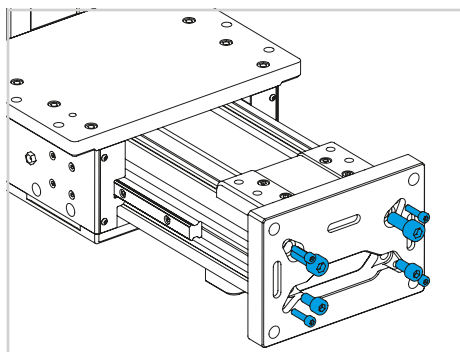
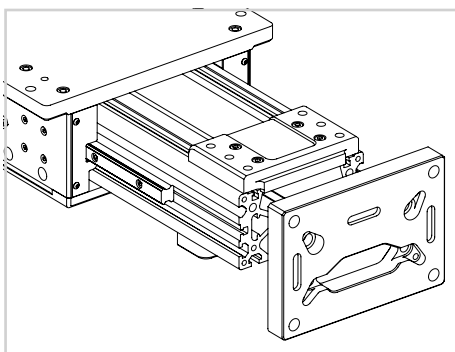

Fig. 8
Fig. 9
- 5) Rimuovere le viti della piastra di interfaccia all'estremità inferiore e staccarla dall'attuatore (vedi Fig. 8 e Fig. 9).